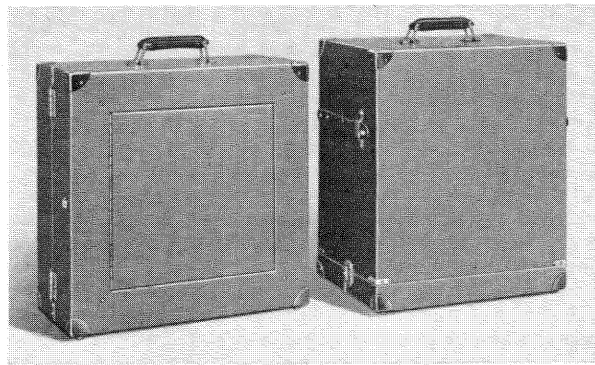

Bild 25 Vollständige Apparatur in zwei Koffern transportbereit
6. Lautsprecherkoffer schließen; die Apparatur ist transportbereit (Bild 25).